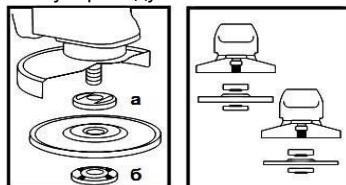

Рисунок 2
4.4 Встановіть на виріб шліфувальний або відрізний круг. Для цього натисніть на кнопку фіксації шпинделя (1) і проверніть його до такого положення, при якому він зафіксується. За допомогою вілочкового ключа з комплекту виробу відверніть і зніміть затискну гайку (б) (дивіться рисунок 2). Встановіть шліфувальний диск на посадкове місце фланцевої шайби (а) (рисунок 2), наживіть рукою затискну гайку на шпиндель і затягніть її ключем з комплекту приладу.